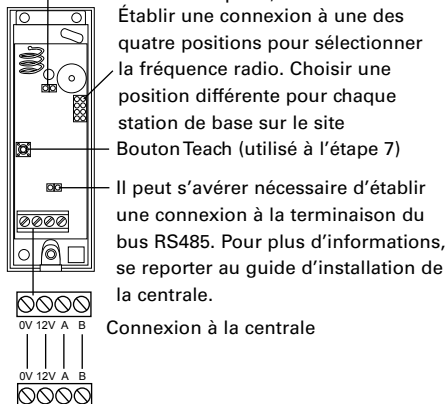

Figure 3. Câblage et connexions de la station de base
4. Connecter le câblage et les connexions (Figure 3). Ne pas remettre la face avant en place avant l'étape 8.
2. Attendre que la LED verte sur la station de base se mette à clignoter, puis appuyer sur le bouton **Teach** (Figure 3).